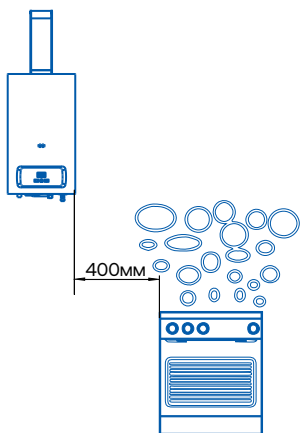

Рис.5
- ◆ Не устанавливайте водонагреватель над аппаратами, которые могут влиять на его работу своими жировыми, тепловыми или другими испарениями (например, плиты, стиральные машины и др.). Минимальное расстояние по горизонтали от таких аппаратов должно составлять не менее 400 мм. (см. рис.5)